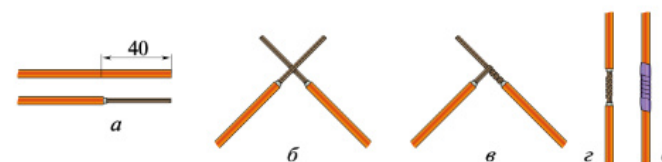

Рис. 11.4. Последовательность сращивания многожильных проводов
1. Разметить концы проводов на длину 40 мм. Снять монтажным ножом или специальным приспособлением изоляцию на концах сращиваемых проводов (рис. 11.4, а).
2. Наложить оголённый конец одного провода на другой на расстоянии $\frac{2}{3}$ длины оголённого конца под углом 90° (рис. 11.4, б).
3. Скрутить оголённый многожильный провод руками (рис. 11.4, в).
4. Скрутить концы проводов руками: правый обвить вокруг левого и левый — вокруг правого. Обжать скрутку пассатижами (рис. 11.4, г).
6. После охлаждения место пайки обмотать изоляционной лентой (рис. 11.4, д).
4. Выполните сращивание двух многожильных проводов (см. рис. 11.4).